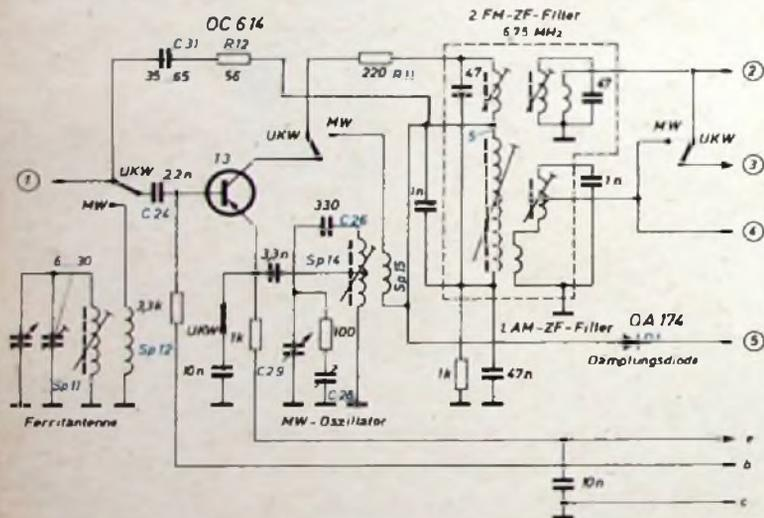

Bild 2. Erste FM-ZF-Stufe und MW-Eingangs- und Mischstufe (gezeichnete Schallerstellung MW)
Bei AM arbeitet der erste ZF-Transistor T 3 in selbstschwingender additiver Mischschaltung (Bild 2). Es handelt sich um eine allgemein in Transistorgeräten übliche Schaltung, die nur auf den OC 614 umdimensioniert wurde. Der AM-Eingangskreis ist auf einen Ferritantennenstab mit der bemerkenswert großen Stablänge von 22 cm gewickelt. Dadurch ergibt sich eine gute Mittelwellen-Empfangsleistung. Über die Koppelspule Sp 12 auf der Vorkreis-induktivität Sp 11 wird die Empfangsspannung an die Basis des Mischtransistors T 3 über C 24 angekoppelt. Der Mischer arbeitet somit in Emitterschaltung. Die Oszillatorschwingung wird in einer induktiven Rückkopplungsschaltung erzeugt.
4. Die Neutralisation der Emitterschaltung läßt sich bei einer Stufenverstärkung von etwa 10 gut beherrschen. Die Sicherheit gegen Selbsterregung, die umgekehrt proportional der Frequenz ist, kann durch Wahl einer niedrigeren Zwischenfrequenz gesteigert werden. Im „Bajazzo-Transistor“ wurde deshalb für FM die Zwischenfrequenz 6,75 MHz gewählt. Die erste FM-ZF-Stufe, die bei Mittelwelle als Mischstufe verwendet wird, muß am Eingang und Ausgang des Transistors umgeschaltet werden (Bild 2). Die für die FM-ZF-Neutralisation notwendige Spannung wird am Kopfpunkt 5 des ersten AM-ZF-Kreises abgegriffen, an dessen Kreiskapazität bei der gewählten Schaltung eine gegenphasige Spannung abfällt. Das Übersetzungsverhältnis ist entsprechend dem Kapazitätsverhältnis  $1000/47 = 21$ , so daß sich mit  $C_{R0} = 2,5$  pF eine Neutralisationskapazität von etwa 50 pF ergibt. Die Umschaltung der Basisleitung der zweiten FM-ZF-Stufe (T 4) für die beiden Zwischenfrequenzen ist mit Rücksicht auf den AM-Oszillator notwendig, um Störungen der ZF-Stufen bei AM durch Oberwellen des Oszillators, die in den FM-Kanal kommen könnten, zu vermeiden. Gleichzeitig wird damit die FM-ZF-Neutralisation abgeschaltet. Der letzte ZF-Transistor T 5 ist bei FM auf das mit Germaniumdioden OA 172 bestückte Ratiofilter geschaltet. Mit dem Primärkreis dieses Filters liegt das abgestimmte AM-Diodenfilter in Reihe. Diese Stufe arbeitet ebenso wie die davorliegende für die AM-ZF von 460 kHz in Emitterschaltung. Die AM-Neutralisation von T 5 erfolgt über den Kondensator C 48 und von T 4 über C 38, mit denen die jeweils von den zugehörigen Kollektorkreisen über Koppelswicklungen entnommenen Neutralisationsspannungen in richtiger Größe und Phasenlage den entsprechenden Basisanschlüssen zugeführt werden. Die AM-Schwundregelspannung wird vom Diodenarbeitswiderstand abgenommen und über das Siebglied R 26, C 39 an die Basis von T 4 geführt. Hierdurch werden der Kollektorstrom und damit die Verstärkung von T 4 heruntergeregelt. Dieser Strom erzeugt seinerseits an R 19 einen Spannungsabfall, der als Sperrspannung der Diode D 1 zugeführt wird. Bei großen Regelspannungen